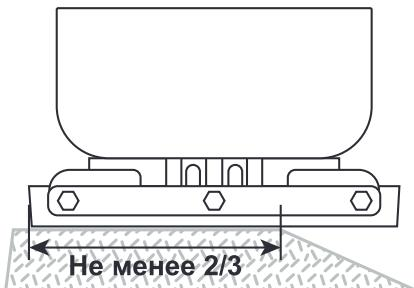

Рис. 14 Расположение виброплиты на краю обрабатываемой поверхности
- При перемещении виброплиты по краю обрабатываемой поверхности, в плотном соприкосновении с поверхностью должно оставаться не менее 2/3 части рабочей площади плиты (Рис. 14).